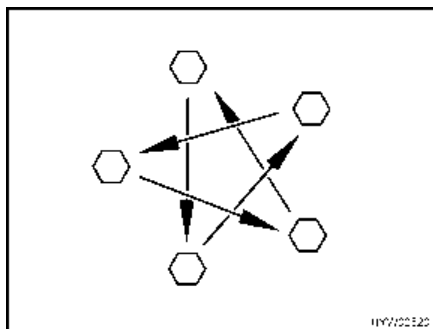

Fig. 286 Serrer en croix les écrous ou les boulons de roue
- Vérifier régulièrement le serrage des écrous ou des boulons de roues. Reserrer alternativement et en croix (Fig. 286) tous les écrous ou les boulons de roue 50 km après le changement d'une roue.
- ▷ Serrer en croix les écrous ou les boulons de roue (Fig. 286).